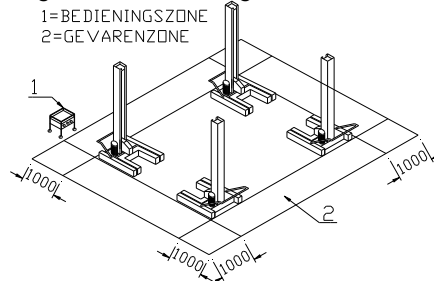

Fig.5
De veiligheidszone (Fig.5) wordt gedeeltelijk bepaald door de afmetingen van het voertuig.
Tijdens stijg- en daalbewegingen moet de bediener zich in de bedieningszone (1) bevinden, zoals aangegeven in Fig.5. De aanwezigheid van personen in de veiligheidszone (2) is ten strengste verboden. De aanwezigheid van